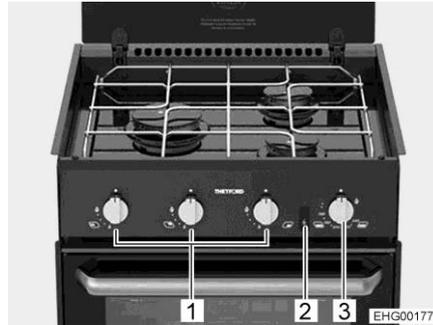
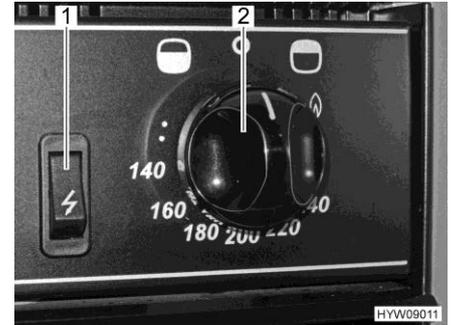

Fig. 129 Cocina con quemadores de cocina de gas
Fig. 130 Elementos de mando (horno de gas con grill)
- Hundir el regulador giratorio (Fig. 129,1) del quemador deseado, girar el mismo a la posición de encendido (llama alta) y mantenerlo hundido hasta que arda la llama (por un máximo de 15 segundos).
- Pulsar y girar el regulador giratorio (Fig. 129,3 y Fig. 130,2) en sentido contrario a las agujas del reloj (en dirección del símbolo de horno "☺"), al ajuste máximo.
- Presionar el regulador giratorio (Fig. 129,3 y Fig. 130,2) y mantenerlo presionado por 5 a 10 segundos. El gas circula hacia el quemador.
- Presionar el interruptor de encendido (Fig. 129,2 y Fig. 130,1) tanto tiempo como sea necesario para que arda la llama.
- Pulsar y girar el regulador giratorio (Fig. 129,3 y Fig. 130,2) en sentido de las agujas del reloj (en dirección del símbolo de grill "☹"), al símbolo de llama.
- Girar el regulador giratorio (Fig. 130,2) a "0". La llama se apaga.